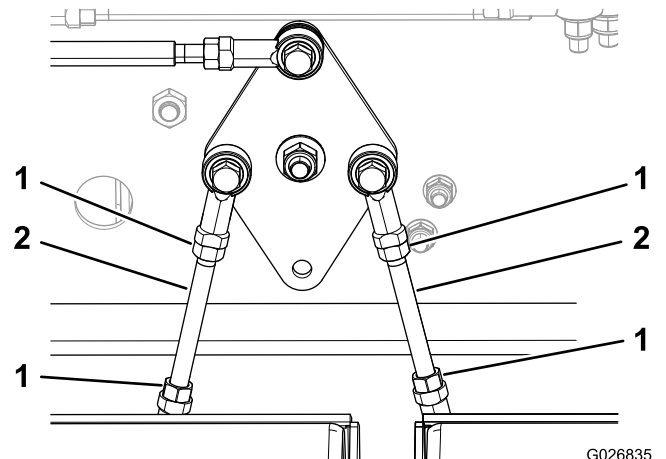

図 13
13. 必要に応じてステアリングロッドの長さを調整する 図 13。